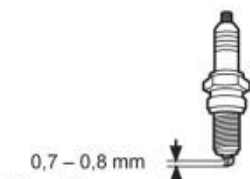

Fig. 79
6. Überprüfen Sie den Elektrodenabstand der Zündkerze. Er sollte 0,7 – 0,8 mm betragen (Abb. 79).